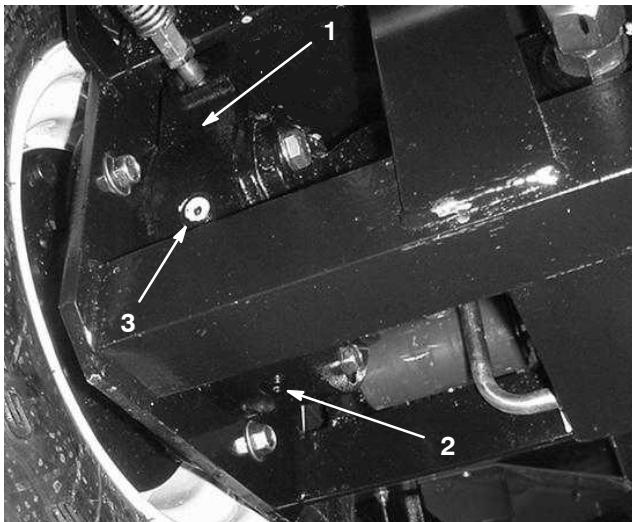

Figure 68
4. Placez un bac de vidange sous le carter de frein de l'autre côté de la roue (Fig. 68).
7. Enlevez le bouchon de contrôle du carter de frein (Fig. 68).